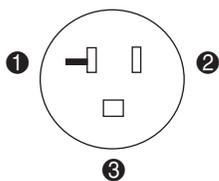

Figure 1. Prise murale requise en Amérique du Nord
- La librairie ne doit être alimentée que par une prise réservée (figure 1) protégée par un disjoncteur de 20 A. Il est nécessaire d'utiliser un cordon d'alimentation harmonisé de 3 x 1,5 mm² agréé dans le pays d'utilisation, et d'installer la prise murale appropriée. Pour connaître les informations importantes relatives à la sécurité pour les produits HP et obtenir la liste des cordons d'alimentation, reportez-vous au livret *Informations importantes relatives à la sécurité*.